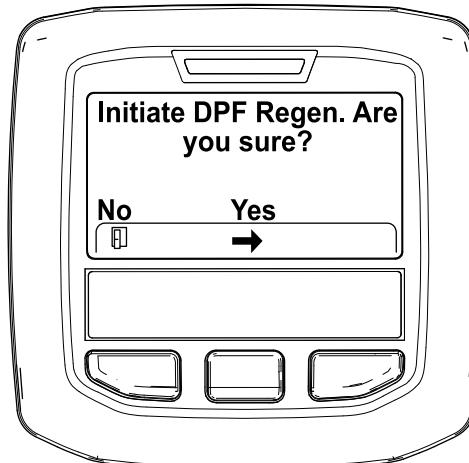

Figura 41
- Quando surge a mensagem “Initiate DPF Regen. Are you sure?” (Iniciar Regen. DPF. Tem a certeza?), prima o botão central (Figura 41).